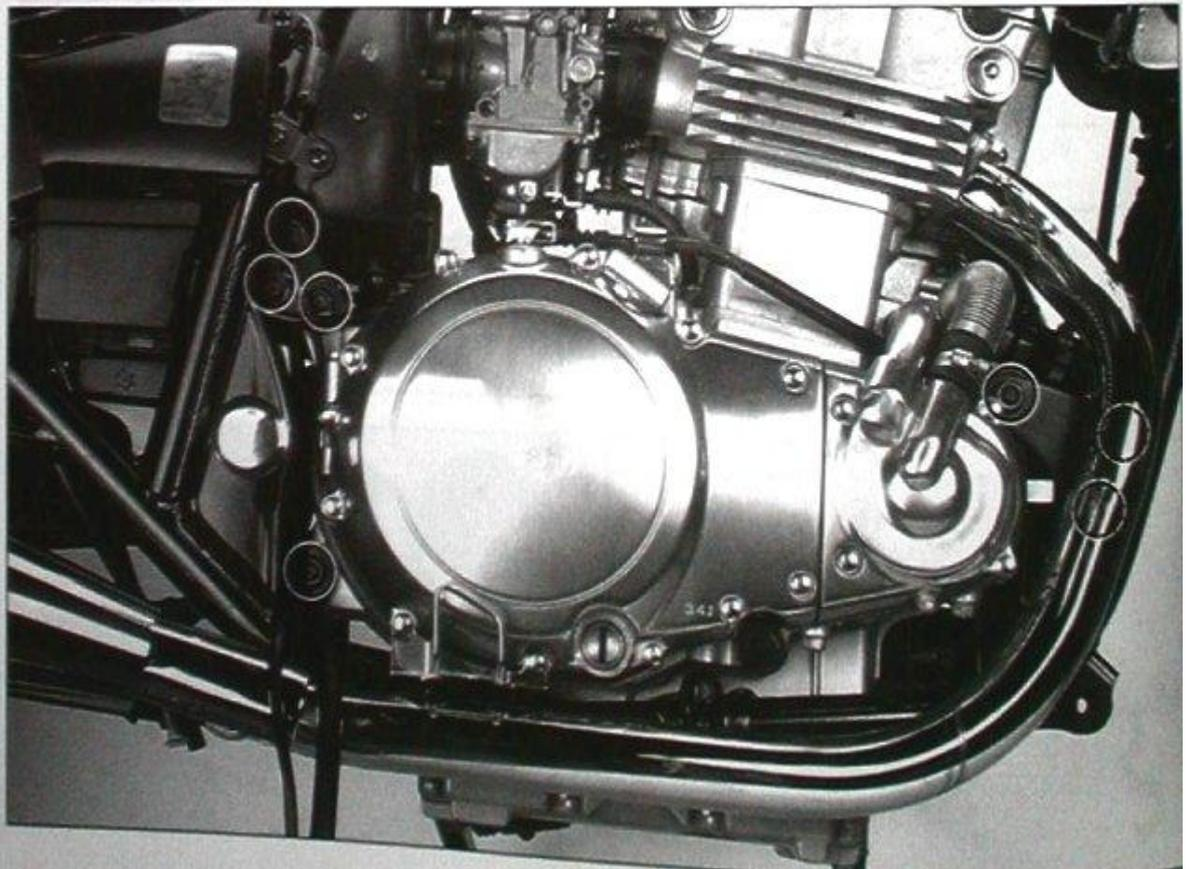

Bild 190
- Δ Motor mit hydraulischem Wagenheber untermauern, um Motor-/Rahmenbefestigungen (Bild 190) zu entlasten.